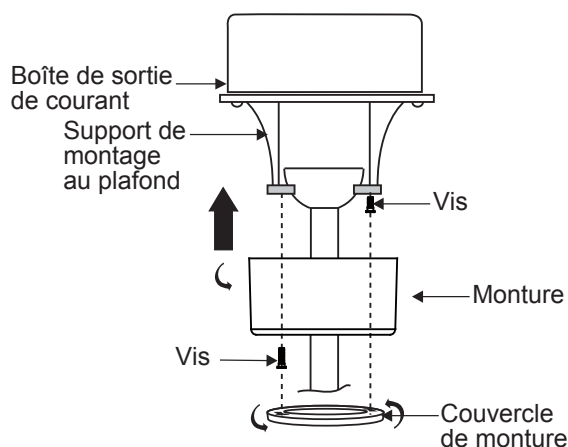

Fig. 16
Étape 2. Faites glisser la monture vers le haut jusqu'au support de montage et placez l'une des fentes en trou de serrure par-dessus la vis de montage du support de montage. Tournez la monture jusqu'à ce que la tête de vis se verrouille en place dans la section étroite du trou de serrure. (Fig. 16)
REMARQUE : Ajustez les vis de la monture au besoin jusqu'à ce que la monture et le couvercle de monture soit bien serrés. (Fig. 16)